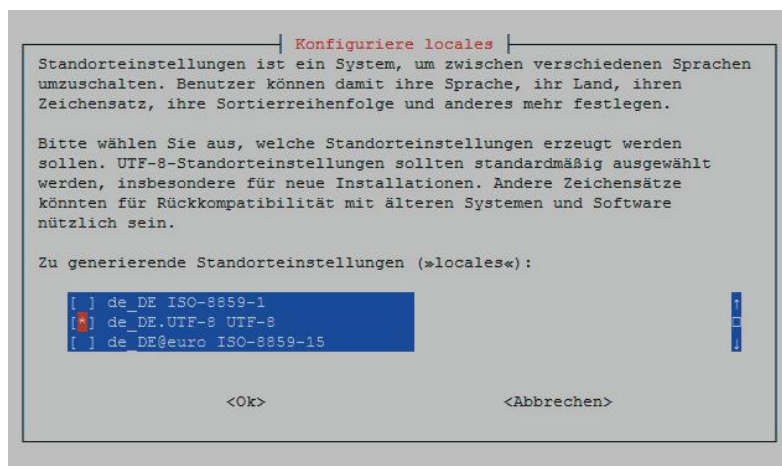

Bild 3: Einstellung des Zeichensatzes
7. Nachdem die Befehlszeile mit „Enter“ ausgeführt wurde, werden wir nun nochmals aufgefordert, den Zeichensatz einzustellen, für Deutschland empfiehlt sich „de_DE.UTF-8“, welcher optimaler Weise bereits unter Schritt 5 eingestellt wurde (Bild 3).